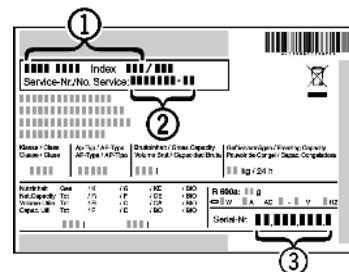

Fig. 10
- ▶ Назва пристрою Fig. 10 (1), сервісний номер Fig. 10 (2) та серійний номер Fig. 10 (3) вказані на табличці типів. Табличка типів знаходиться всередині пристрою, зліва.
- ▶ Повідомте сервісну службу про характер неполадки, назву пристрою Fig. 10 (1), сервісний номер Fig. 10 (2) та серійний номер Fig. 10 (3).